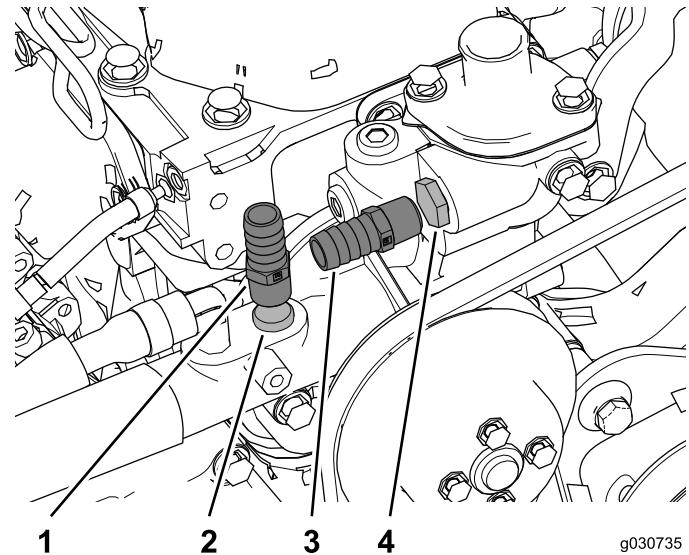

図 37
2. エンジン側からきているヒータ用行きと戻りホースのプラグを外して、図 37に示すようにフィッティング 3/8 NPT x 0.625 バーブを取り付ける。